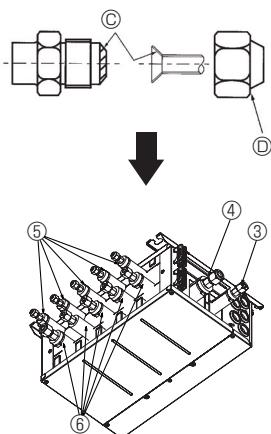

Fig. 7-2
- ⑤ Αλείψτε με λάδι ψυκτικού ολόκληρη (Fig. 7-2) τη διαπλατυσμένη επιφάνεια.
- ⑥ Να χρησιμοποιείτε τα παρεχόμενα με τη μονάδα περικόχλια εκχείλωσης (αν τα προμηθευτείτε από το εμπόριο, μπορεί να σπάσουν).